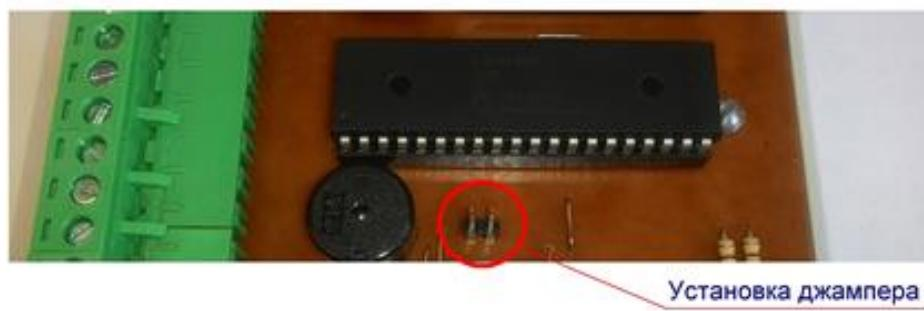

Рис. 5. Смена названий датчиков «t2» «t4»
7.1. После подачи питающего напряжения необходимо произвести регистрацию датчиков температуры «t2» и «t4», работающих на одной шине контроллера. Для этого, нажимаем кнопку п.09. «НАС» (Рис.2) и удерживаем её не менее 6 сек до отключения всей индикации, отключаем питание. Через $15\div20$ сек. включаем питание, дисплеи должны показывать значения температур. Необходимо проверить соответствуют ли датчики своим названиям. При необходимости поменять их местами, либо установить джампер на материнской плате контроллера. Для этого нужно аккуратно снять крышку корпуса контроллера и произвести соответствующее действие см. Рис.5.